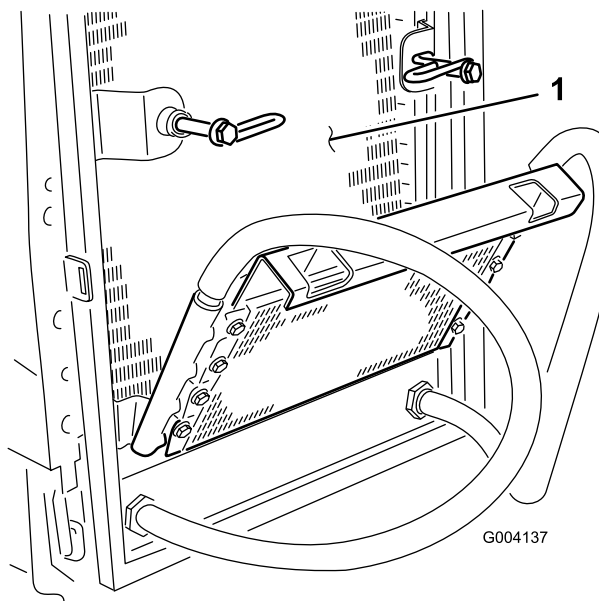

Figure 54
8. Après avoir nettoyé soigneusement le radiateur et les refroidisseurs d'huile, enlevez les débris éventuellement accumulés sur d'autres parties de la machine (Figure 54) à l'air comprimé.